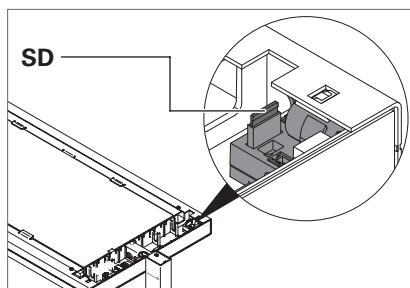

Fig. 6: Insérer la carte SD.
- Insérer la carte mémoire **SD** dans l'emplacement du module TIME, voir Fig. 6. Après environ dix secondes, la DEL dans le module TIME s'éteint.